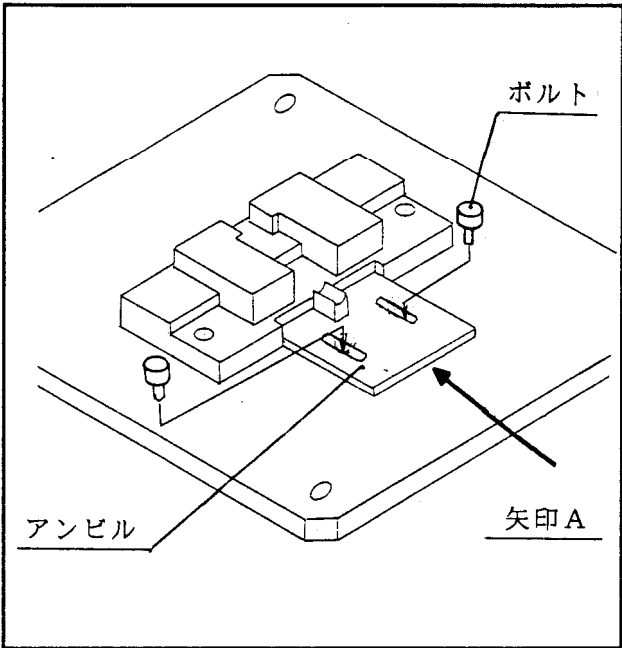

図 8
- ①図 8 の様に 2 本のボルトを取外してください。
- ②新しいアンビルに交換し、矢印 A 方向にアンビルを押し付けながら、ボルトで締め付けて下さい。